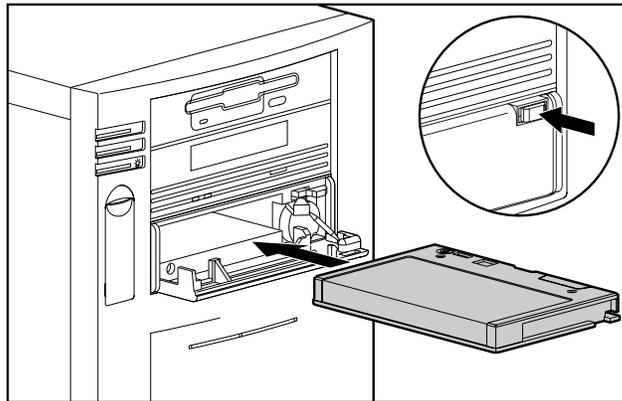

Figura 4-2. Carga de un cartucho
2. Inserte el cartucho. Asegúrese de que el cartucho esté colocado correctamente. (Consulte la Figura 4-2)